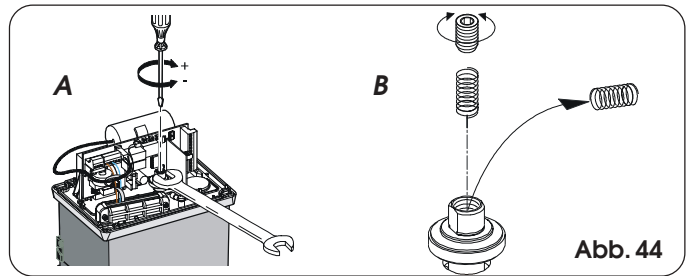

Abb. 44
- **Der Antrieb wird in der Standardausführung mit der Einstellfeder der Kupplung für Tore bis 1000 kg geliefert. Für Tore mit höherem Gewicht ist die andere mitgelieferte Feder zu verwenden. Zum Auswechseln der Feder sind die in Abb. 44 bez. B. enthaltenen Anweisungen zu befolgen.**